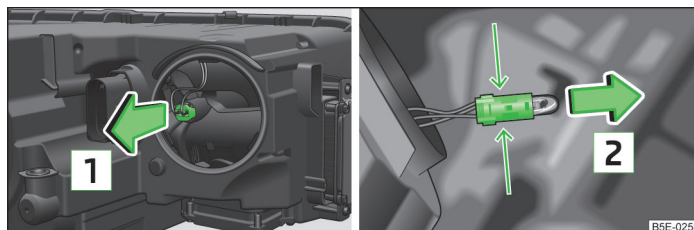

Fig. 225 Fari con luci allo xeno e Luci diurne a LED Lampadina per luci di posizione aggiuntive
- Estrarre lo zoccolo con la lampadina nella direzione indicata dalla freccia  » fig. 225, senza movimenti bruschi.